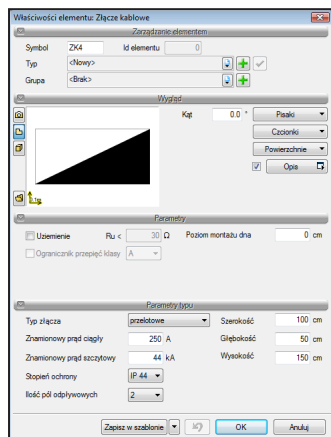

Rys. 8. Właściwości obiektu **Transformator**.
- Przejdź do dialogu własności obiektu Transformator, Rys. 8.
- Dokonaj ustawień parametrów transformatora bądź skorzystaj z bazy, Rys. 8.